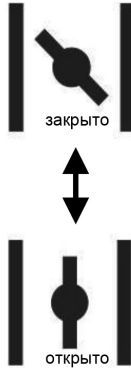

Рис. 6
- Нажмите 2 – 3 раза на колбу праймера, для подачи топлива в карбюратор (рис. 6).